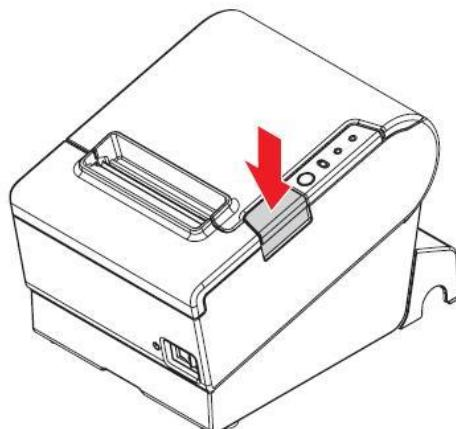
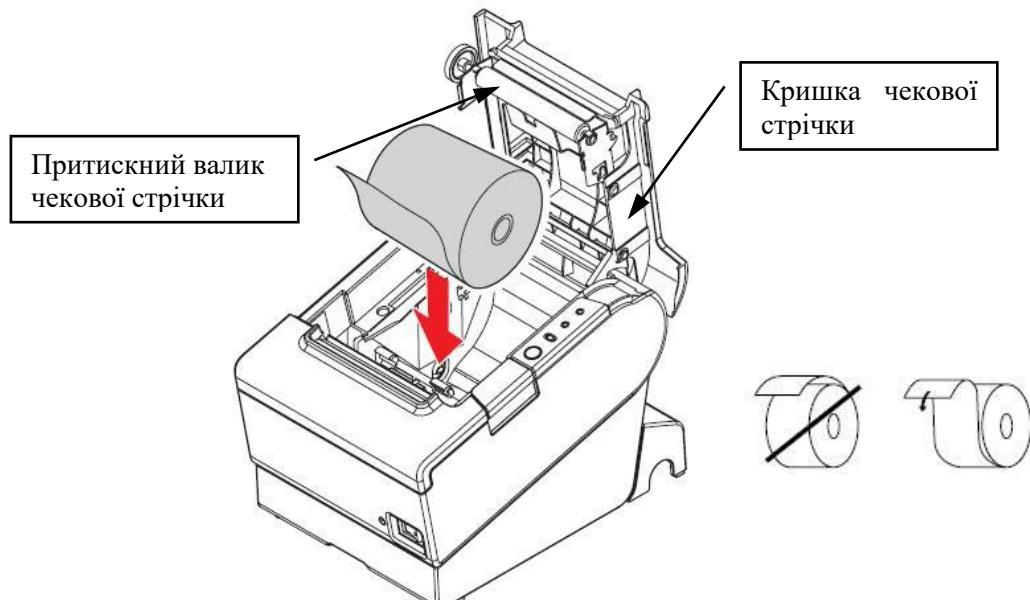

Рисунок 8 - Кнопка відкривання кришки чекової стрічки
Рисунок 9 - Встановлення чекової стрічки
- натисніть кнопку відкривання кришки (рисунок 8) та відкрийте кришку чекової стрічки (рисунок 9).
- вставте рулон паперу в нішу реєстратора (рисунок 9);
- натисніть кнопку (рисунок 8) та відкрийте кришку чекової стрічки (рисунок 9);
Для входу в автономний режим необхідно включити реєстратор, попередньо відкривши кришку чекової стрічки (див. рисунок 8).